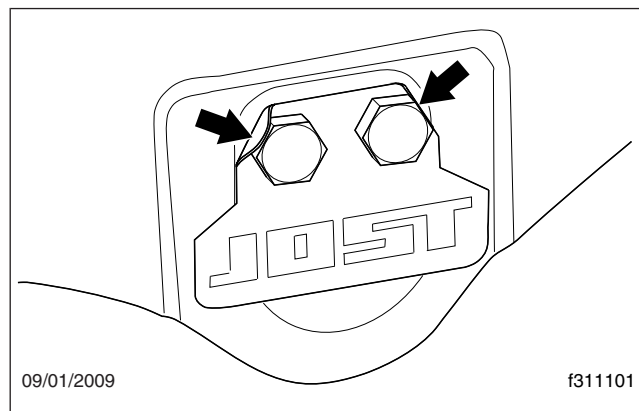

Figura 5, Lengüetas de seguridad de los pernos de los pasadores de los soportes
4. Inspeccione los pernos de los pasadores de los soportes. Asegúrese de que las lengüetas de seguridad estén fijando los pernos en su lugar. Vea la **Figura 5**.
3. Lubrique la quinta rueda antes de abrirla y cerrarla. Separe la mordaza y la cuña con un destornillador y engrase todo el largo de sus superficies de contacto. Lubrique las superficies de contacto superior e inferior de la mordaza y de la cuña. Vea la **Figura 5**. Abra y cierre la quinta rueda varias veces para distribuir aún más la grasa.